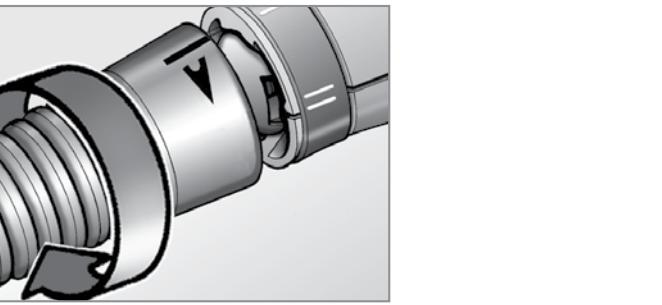

Fig. 2
- a) das Zubehörteil bis zum Anschlag auf das Gerät schieben, dabei müssen das Markierungszeichen auf der Düse und das gelbe Markierungszeichen am Gerät aufeinander ausgerichtet sein (Abb. 2);
- b) in Pfeilrichtung soweit drehen (Uhrzeigersinn), bis das Markierungszeichen am Zubehör auf die beiden Markierungslinien am Gerät ausgerichtet ist. Das Zubehörteil bleibt in dieser Position blockiert. Die Vorrichtung hat ein Gelenk, so dass die Verlängerungsdüse auf die beste Einsatzposition ausgerichtet werden kann: In diesem Fall wird die Verlängerungsdüse nicht bis zum Anschlag auf das Gerät geschoben, sondern nur bis zur schwarzen Ringdichtung aufgesetzt. Die Markierungslinie auf der Düse muss auf das gelbe Markierungszeichen am Gerät ausgerichtet werden (Abb. 2).